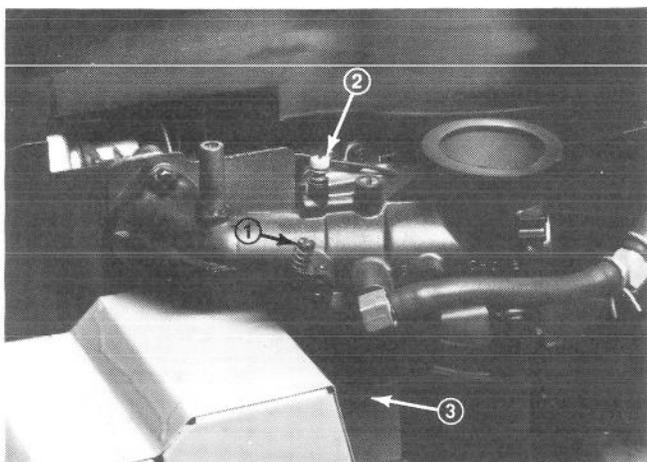

Abbildung 16
1. Nadelventil (Abb. 16) – Das Ventil vorsichtig durch Drehen im Uhrzeigersinn schließen.
2. Das Ventil um 2 Umdrehungen – öffnen – im Gegenuhrzeigersinn aufdrehen (Abb. 16).
4. Das Nadelventil (Abb. 16) jeweils um 1/8-Umdrehung im Uhrzeigersinn drehen, bis sich die Motordrehzahl reduziert. Den Motor auf jede 1/8-Umdrehung reagieren lassen.
5. Das Nadelventil (Abb. 16) jeweils um 1/8-Umdrehung im Gegenuhrzeigersinn – nach außen – drehen, bis der Motor beginnt, unregelmäßig zu laufen. Den Motor auf jede 1/8-Umdrehung reagieren lassen.
6. Das Nadelventil (Abb. 16) langsam im Uhrzeigersinn – ein- drehen, bis der Motor ruhig läuft. Diese Einstellung kann ohne Belastung u.U. etwas 'fett' sein; eine leicht fette Einstellung gewährt jedoch den korrekten Betrieb unter Belastung.